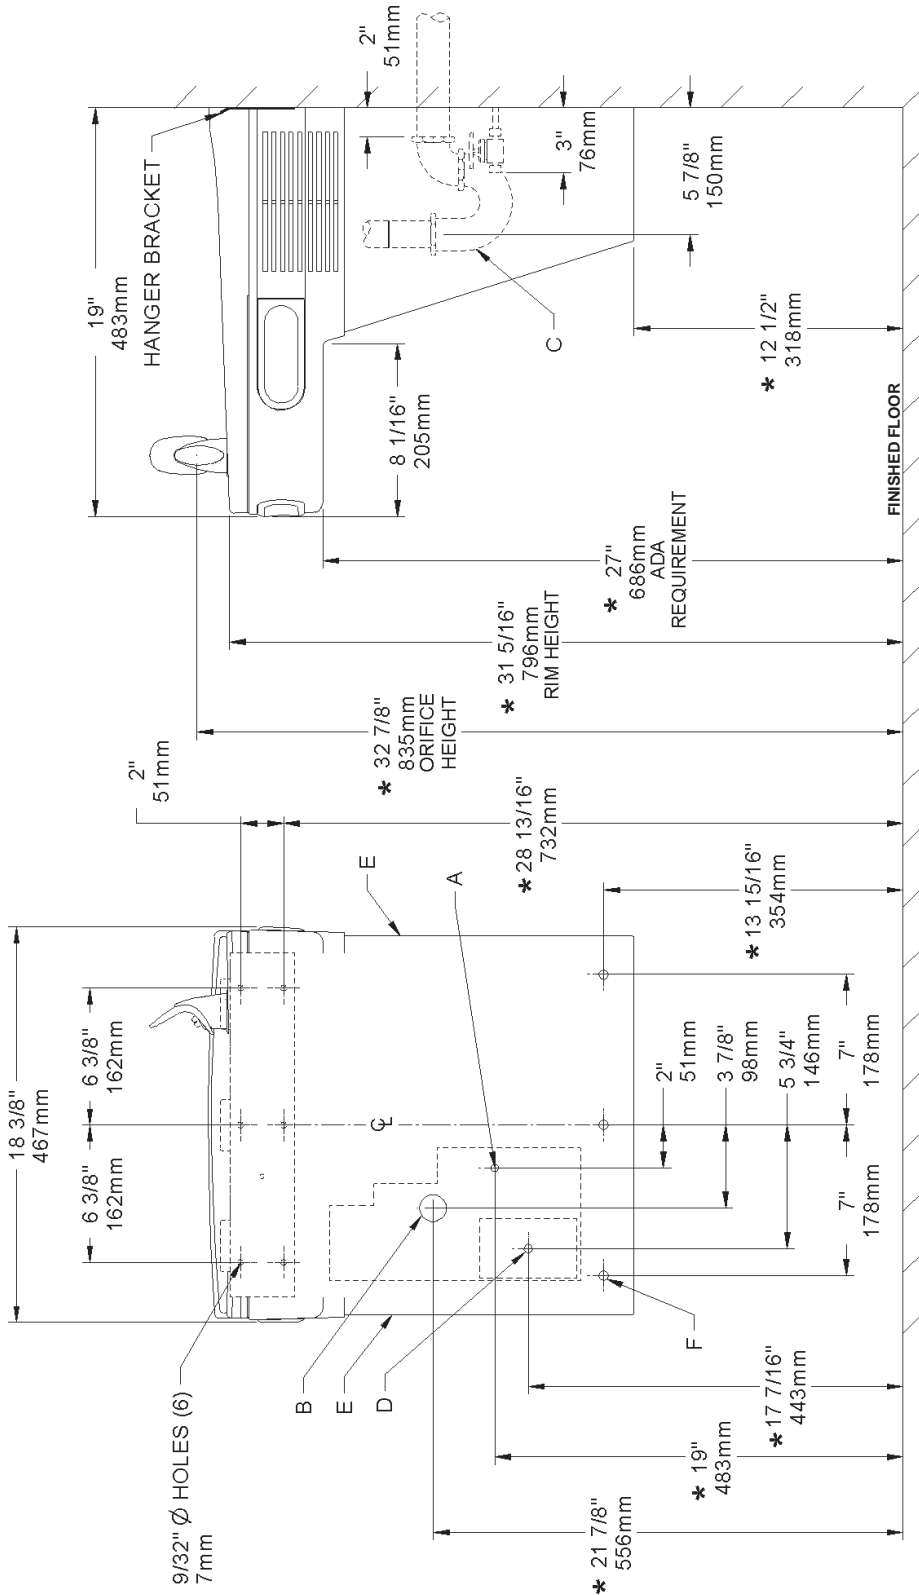

Fig. 2
- 1) Remove hanger bracket fastened to back of cooler by removing one (1) screw.
- 2) Mount the hanger bracket as shown in Figure 2.
- NOTE:** Hanger Bracket MUST be supported securely. Add fixture support carrier if wall will not provide adequate support. Anchor hanger securely to wall using all six (6) 1/4 in. dia. mounting holes.
- 3) Hang the cooler on the hanger bracket. Be certain the hanger bracket is engaged properly in the slots on the cooler back as shown in Figure 2.
- 4) Remove the four (4) screws holding the lower front panel at the bottom of cooler. Remove the front panel by pulling straight down and set aside.
- 1) Retire el soporte fijador que se encuentra conectado a la parte posterior del enfriador sacando un (1) tornillo.
- 2) Monte el soporte fijador de la manera descrita en Fig. 2.
- NOTA:** Es necesario que el soporte fijador sea apoyado seguramente. Agregue un portador al soporte fijador si La pared no aporta soporte adecuado. Amarre el soporte colgante seguramente a la pared. Usando todos los seis (6) agujeros de montaje de ¼ pulg. (63.5 mm) de diám.
- 1) Retirez le support de suspension fixé au dos du refroidisseur en retirant une (1) vis.
- 2) Montez le support de suspension comme indiqué dans la figure 2.
- 3) Pendez le refroidisseur au support de suspension. Assurez-vous que le support est correctement inséré dans les emplacements au dos du refroidisseur, comme indiqué dans la figure 2.
- 4) Retirez les four (4) vis maintenant en place le panneau frontal au bas du refroidisseur. Retirez le capot inférieur en tirant vers le bas et mettez-le de côté.